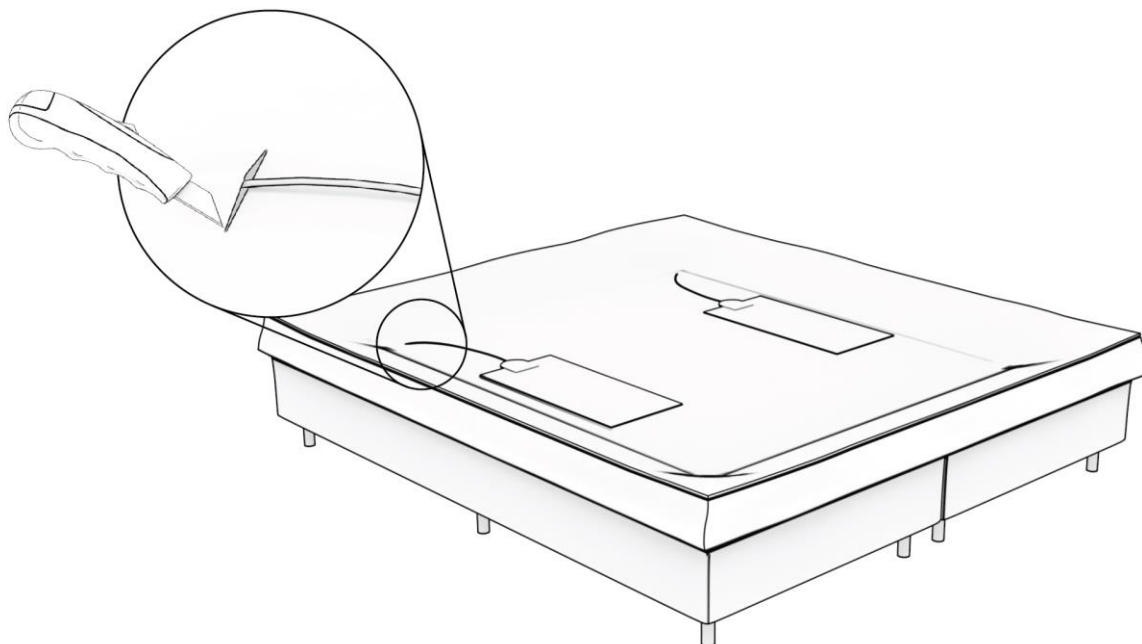

Abbildung 7: Installieren der Isoliermatte, Positionieren der Heizelemente und Schneiden der Schlitzte in die Isoliermatte.
Schritt 7. Dieser Schritt ist nur dann erforderlich, wenn Sie eine zusätzliche Isoliermatte gekauft haben. Wenn Sie diese nicht haben, fahren Sie bitte direkt mit Schritt 8 fort. Falls Sie eine Isoliermatte haben, müssen Sie die 1 cm dicke Schaumstoff-Isoliermatte auf Boden des Bezuges legen, wie in Abbildung 7 dargestellt. Legen Sie die Heizelemente nicht, wie im vorherigen Schritt gezeigt, auf den Boden des Bezuges, sondern legen Sie die Heizelemente auf die Isoliermatte, wie in Abbildung 7 dargestellt. Schneiden Sie Schlitzte in die Isoliermatte in Höhe der Schlitzte im Boden des Bezuges und führen Sie die Heizelementkabel durch diese Schlitzte in der Isoliermatte, im Bezug und durch die Löcher in den Bodenplatten.